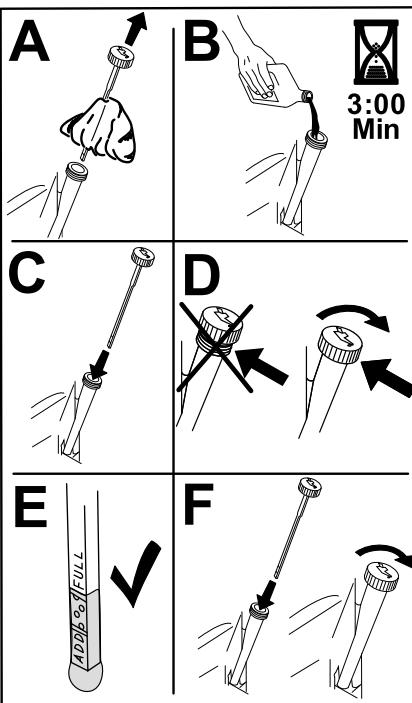

図 47
5. 所定量の 80% 程度のオイルを、オイル補給口からエンジンに入れ、その後に残りを継ぎ足してディップスティックの Full マークまでオイルを入れる図 47。